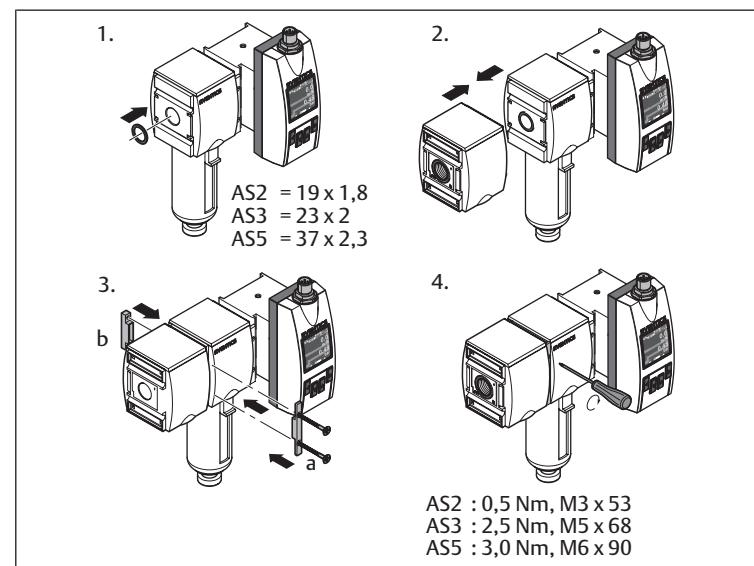

Fig. 5: Montaggio con set per il montaggio in batteria | W04
- Montaggio con set per il montaggio in batteria e gruppo di trattamento dell'aria: vedere → Fig. 5.